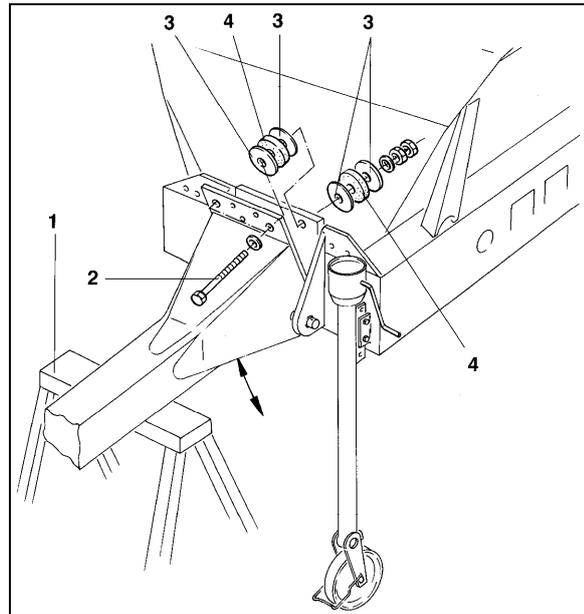

Fig. 48
2. Apoyar la lanza sobre un caballete estable (Fig. 48/1) y aflojar los dos tornillos de fijación (Fig. 48/2).
3. La lanza se puede ajustar colocando de forma regular las arandelas distanciadoras (Fig. 48/3). No se pueden retirar los topes (Fig. 48/4), ya que amortiguan los golpes que el tractor transfiere a la esparcidora.